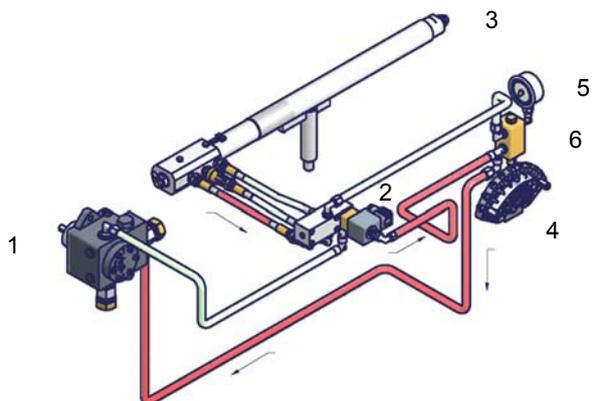

Fig. 39 - Sosta
- 10 per ottenere la portata massima dell'olio regolare la pressione (leggendo il valore sul manometro PG-Fig. 39), senza variare la portata d'aria stabilita durante la taratura in funzionamento a gas (vedi par. precedente): sempre controllando i valori di combustione, agire sulla vite del settore variabile relativo all'olio **SV2** (vd. Fig. 39) una volta raggiunta la posizione di alta fiamma.